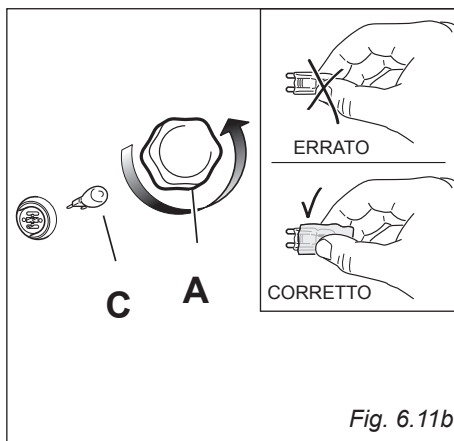

Fig. 6.11b
- Svitare la calotta protettiva "A" (fig. 6.11b).